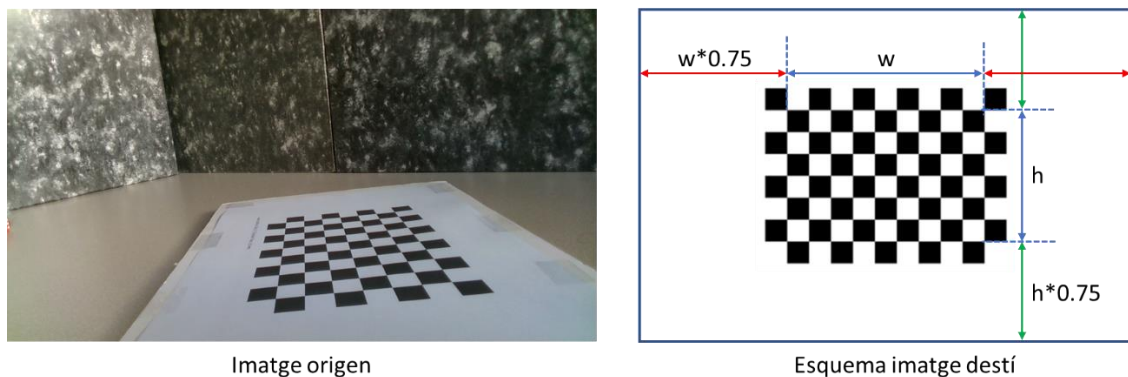

FIGURA 2: TRANSFORMACIÓ A REALITZAR
- Càlcul de l'homografia entre el patró i la seva vista zenital (Figura 2)